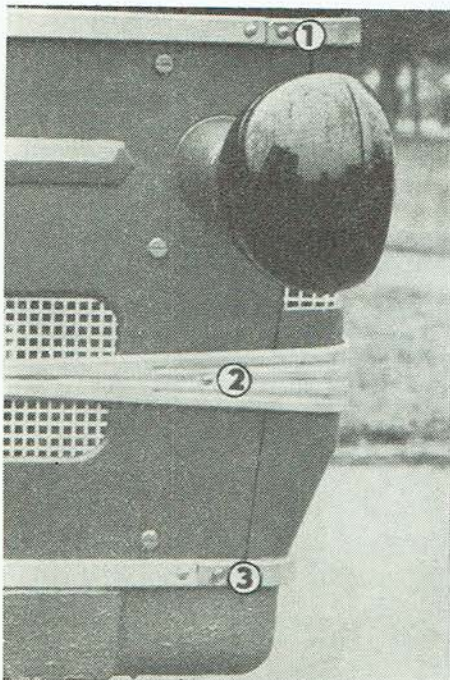

Abb. 60
1. Eine Schraube M 5 der oberen Leiste (Abb. 60/1) auf der rechten und eine auf der linken Seite sind abzuschrauben und die Leiste ist abzunehmen.
2. Die Mutter M 4 des Fabriktypenschildes ist auszuschrauben. Auf der rechten und linken Seite sind zwei Schrauben M 5 der mittleren Leiste (Abb. 60/2) abzuschrauben und die Leiste ist abzunehmen.
3. Eine Schraube M 5 der unteren Leiste (Abb. 60/3) auf der rechten und linken Seite ist abzuschrauben und die Leiste ist abzunehmen.